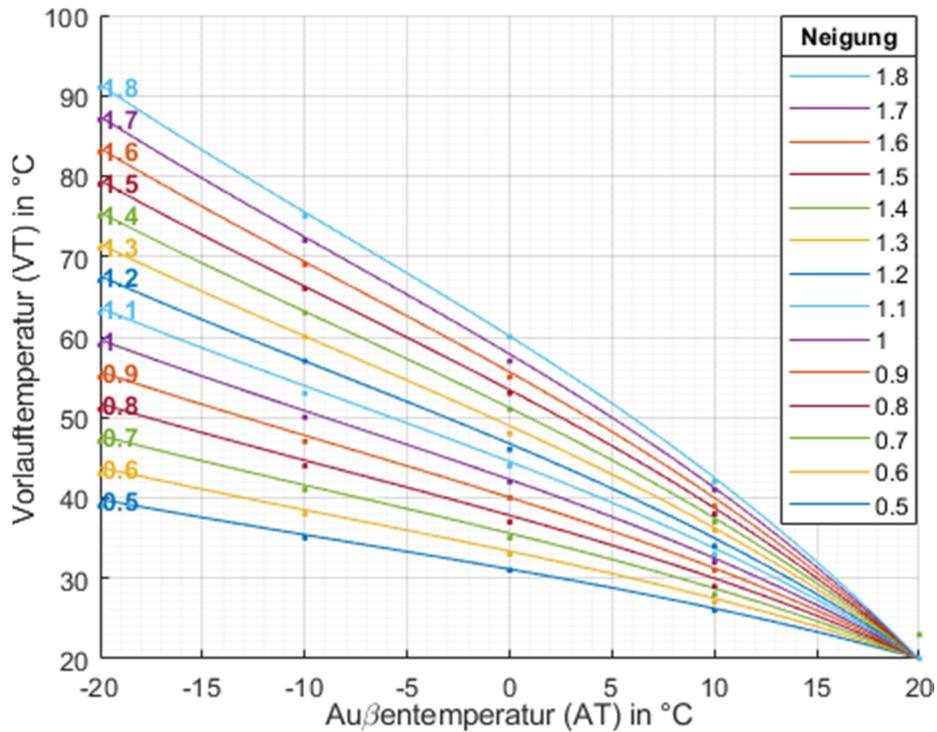

Abb. 1: Heizkurven mit verschiedenen Neigungen.  $RT_{Soll}=20^{\circ}C$ , Niveau=0.
In Abb. 1 sind einige Heizkurven mit verschiedenen Neigungen bei konstanter Raumsollwerttemperatur (20°C) und konstantem Niveau (0) dargestellt. Die kleinen Punkte bilden die vom Kesselmenu abgelesenen Werte ab. Diese Werte sind entweder auf den oder etwas unterhalb der korrespondierenden Kurven, da die angezeigten Werte im Menu auf ganze Zahlen abgerundet sind.